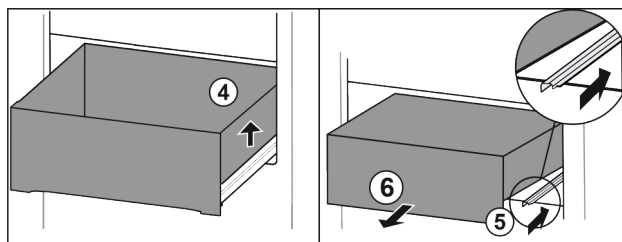

Fig. 106
- Schubfach rechts anheben. Fig. 106 (4)
- Rechte Schiene einschieben. Fig. 106 (5)
- Schubfach nach vorne entnehmen. Fig. 106 (6)